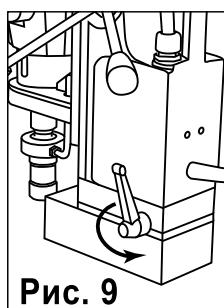

Рис. 9
2. Поверните рукоятку фиксации поворотного основания в сторону держателя; (**Рис. 9**)